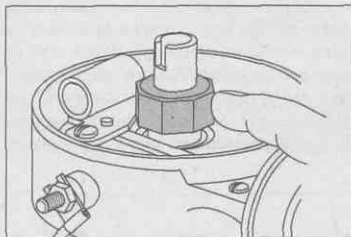

Рис. 12.31. Смажьте кулачок валика небольшим количеством смазки, в противном случае она разбрызгается и забрызгает контакты
1. Возьмите на указательный палец немного смазки для валика и разотрите его по кулачку прерывателя (рис. 12.31).